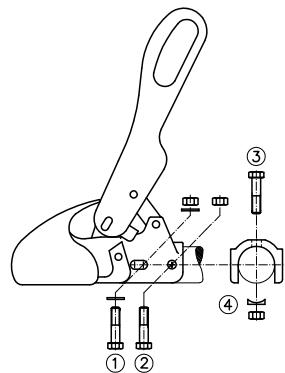

Рисунок 3: присоединение
Тягово-сцепные устройства WS 3000-H/L/ L В это специальное исполнение для набегающих тормозов и монтируются перекрестно-болтовым соединением (1)+(3) с шагом отверстий 40 мм. (Рисунок 3).
2.2 Если тягово-цепное устройство WS 3000/3500 используется в качестве замены другого сцепного устройства, то при накатных устройствах следует обратить внимание на то, чтобы бамперы были установлены на место согласно предписаниям и чтобы вероятно имеющиеся распорные трубы были вставлены правильно. В качестве вспомогательного средства для WS 3000-D просим использовать входящие в комплект поставки штифты Ø 12x34 мм или Ø 12x49 мм в зависимости от диаметра дышла прицепа. Для WS 3500-D Ø 14x63 мм использовать штифты как пробой при демонтаже крепежного болта (2) или (3) (Рис. 3) в зависимости от вида крепления бампера и во время монтажа/демонтажа ТСУ вставлять в трубу дышла для центровки бампера. При установке нового крепежного болта штифты следует удалить.